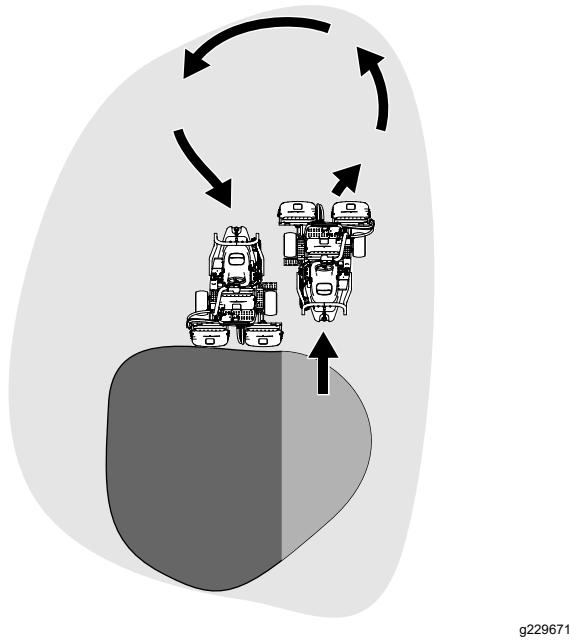

Figure 25
- Pour réduire le temps de travail et faciliter l'alignement pour la passe suivante, tournez momentanément la machine dans la direction opposée, puis tournez-la vers la partie à tondre. Ce demi-tour en « goutte d'eau » (Figure 25) permet d'aligner rapidement la machine pour la passe suivante.